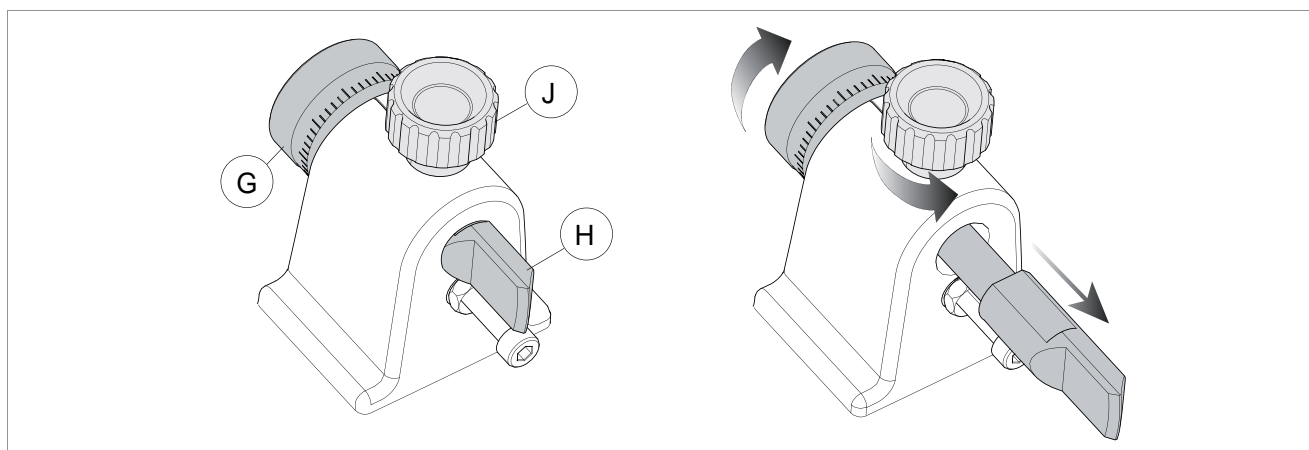

Fig. 31
- 1) Aflojar el pomo (J) (Fig. 31).
- 2) Desenroscar completamente la virola (G) y extraer el palpador. Atención: el muelle puede permanecer en su alojamiento.
- 3) Montar el palpador nuevo y enroscar la virola (G).